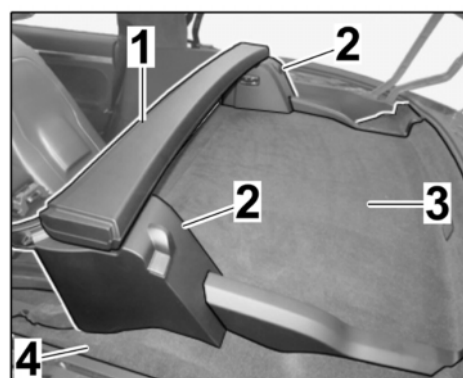

Bild 6
- 1.6.4 Abdeckung / Sichtschutz Fond ⇒ *Bild 6 -1-* ausbauen. ⇒ *Reparaturleitfaden '70531910 Abdeckung / Sichtschutz Fond aus- und einbauen'*
- 1.6.5 Abdeckung Fond ⇒ *Bild 6 -2-* ausbauen. ⇒ *Reparaturleitfaden '70531911 Abdeckung Fond (Targa) aus- und einbauen'*
- 1.6.6 Verkleidung Verdeckablage Mitte ⇒ *Bild 6 -3-* und Verkleidung Verdeckablage seitlich links ⇒ *Bild 6 -4-* ausbauen. ⇒ *Reparaturleitfaden '700819 Verkleidung Verdeckablage (Targa) aus- und einbauen'*